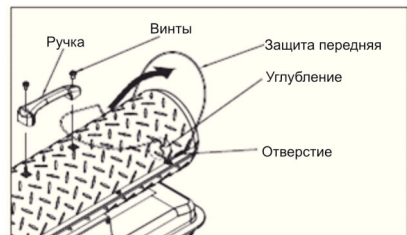

Рис. 6
**Сборка пушки (модели ТП45Д, ТП75Д) (рис. 6)**